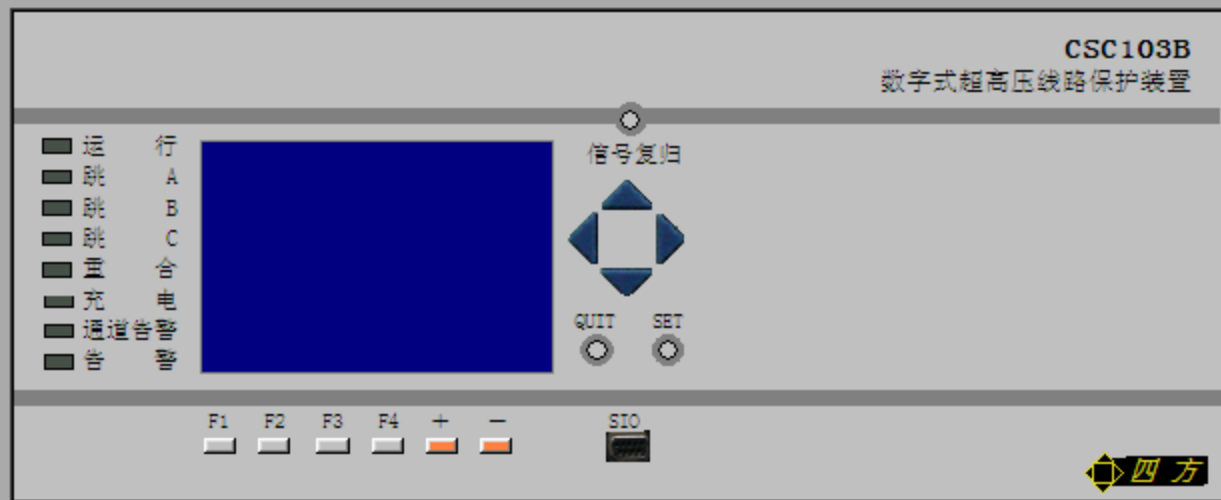

图2
3. 220kV仿一线的当前运行方式如图1所示,该线路保护装置为CSC-103,如图2所示。如果220kV仿一线60%A相瞬时故障,故障后该装置面板上状态为亮的信号灯有: ( )